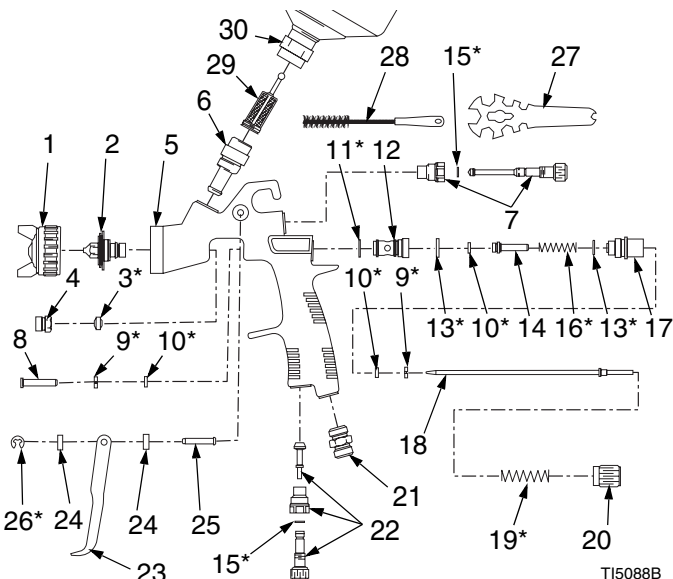

FIG. 7
5. Retire la copela (30) y el filtro (29) y límpielos. FIG. 7.
6. Retire el cabezal de aire (1) y la boquilla (2) tal como se indica en la página 17 y sumérgalos en un disolvente compatible.
1. Retire el anillo de retención (26), las juntas (24), el pasador (25) y el gatillo (23). FIG. 7.
2. Retire la tuerca prensaestopas (4) y la empaquetadura (3).
3. Retire el eje de la válvula de aire (8).
4. Retire el racor (17) con la llave Allen (FX100: 8 mm, FX200/300: 9 mm).
5. Retire las juntas tóricas (13, 10) y el soporte (9) del racor (17).
6. Retire el muelle (16), el pistón (14), y la junta tórica (10).
7. Retire el asiento de la válvula de aire (12) con la junta tórica (13) y la junta (11).
8. Retire la junta tórica (10) y el soporte (9).
10. Instale en el orden inverso al desmontaje. Lubrique la aguja y las juntas tóricas. Apriete los soportes (9) de las empaquetaduras de junta tórica hasta que consiga el movimiento suave del eje (8) y del pistón (14) de la válvula neumática. NO apriete excesivamente los soportes (9) de las empaquetaduras de junta tórica ya que la aguja o el gatillo podrían agarrarse. Asegúrese de disparar la pistola cuando instale la boquilla (2).